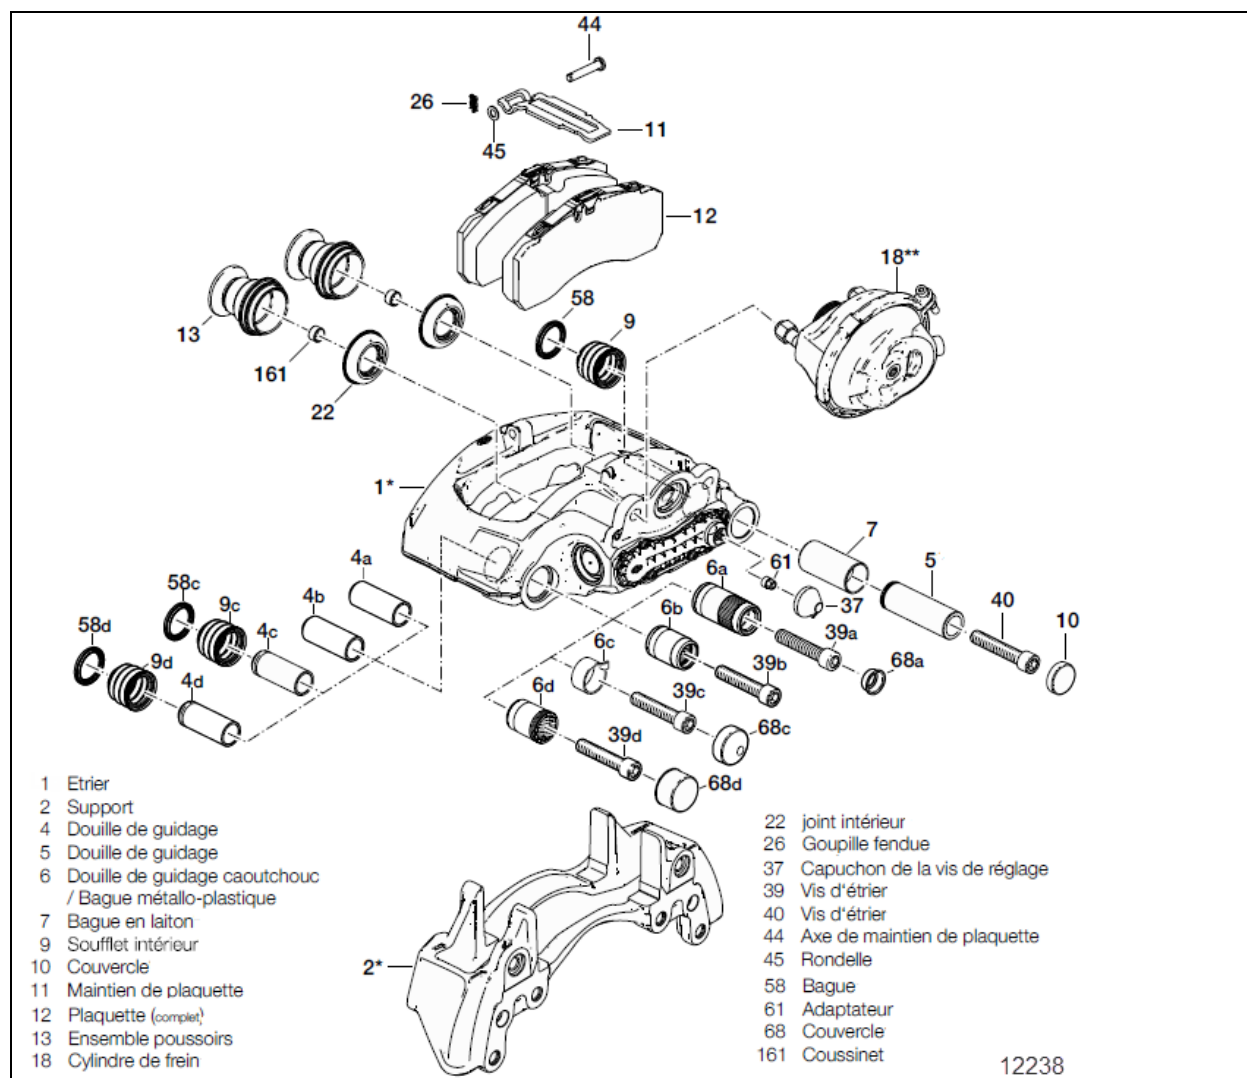

FIGURE 17: COMPOSANTS DE FREIN
plage de déplacement. Si l'étrier présente les signes suivants, remplacer le manchon de guidage (6c, Figure 17), la goupille de guidage, la vis (39) et le capuchon.
En outre, examiner les ensembles poussoir et soufflet (13, Figure 17), le capuchon du dispositif de rattrapage (37) et les éléments d'étanchéité (9, 58) en s'assurant que tout est en place et en bon état incluant le palier d'étrier dans la zone de bague de caoutchouc/manchon de guidage (6) (voir le manuel Knorr-Bremse Y006471).